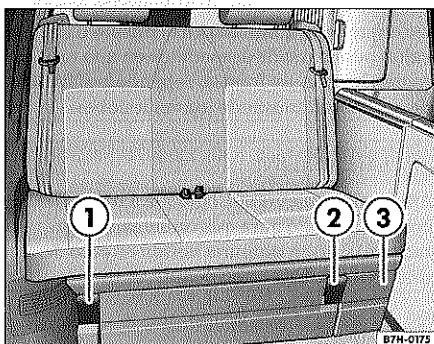

Fig. 15 Mandos del asiento cama
- Levante la palanca ⇒ fig. 15 ① hasta el máximo y sujétela en dicha posición.
- Suelte la palanca ①.